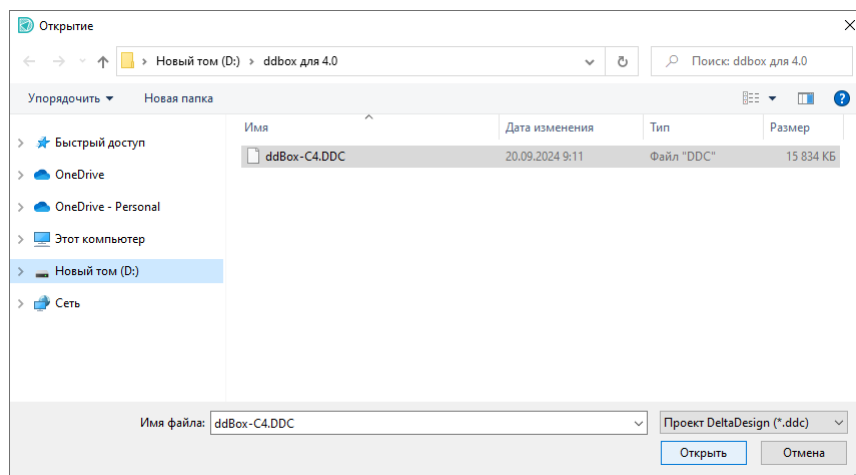

Рис. 56 Выбор импортируемого файла
4. В открывшемся окне проводника выберите файл и нажмите «Открыть», Рис. 56.